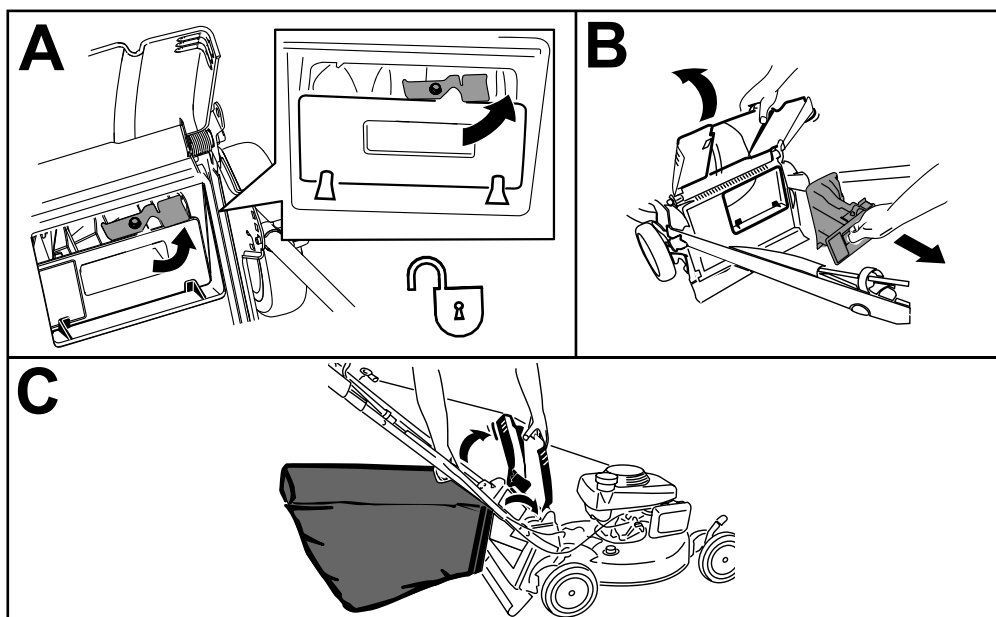

Figura 23
**Nota:** Para desbloquear el tapón trasero, gire la palanca del tapón a la derecha (Figura 23).
1. Levante y sujete el deflector trasero y desbloquee el tapón trasero (Figura 23, A).
2. Extraiga el tapón trasero (Figura 23, B).
3. Cuelgue el borde superior delantero de la bolsa de los pasadores situados en las muescas de los soportes del manillar (Figura 23, C).